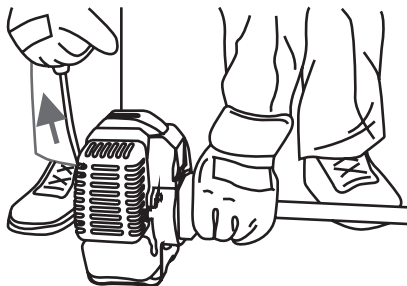

Рисунок 9. Схема розташування мотокоси під час запуску.
2. Відкрутити кришку-щуп (24 рис. 1), перевірити рівень мастила, як зображено на рис. 9. За необхідності долити необхідний об'єм мастила (об'єм картера 500 мл).
6. Утримувати мотокосу під час запуску двигуна, притиснувши її «штангу» до поверхні землі (рис. 9).